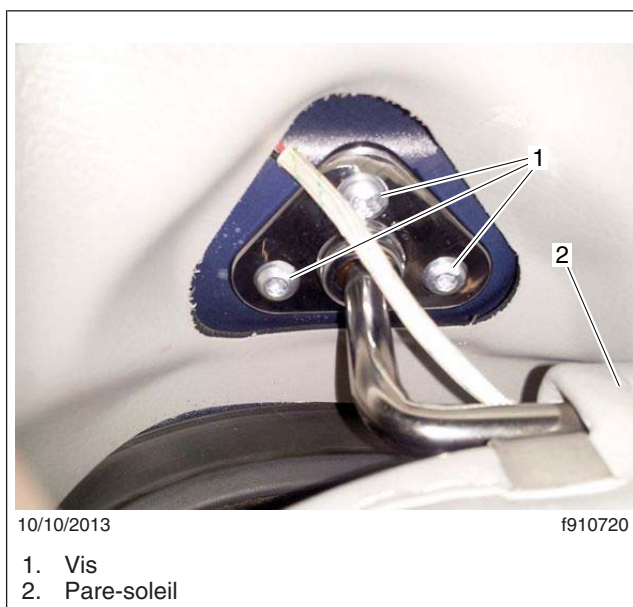

Fig. 2, Pare-soleil
4. Retirer et débrancher le pare-soleil. Reportez-vous à la figure 2.
21. Connecter le câblage de pare-soleil et pousser la prise et le câblage derrière le renfort de toit. Installer le pare-soleil. Reportez-vous à la **figure 2** à la page 6.